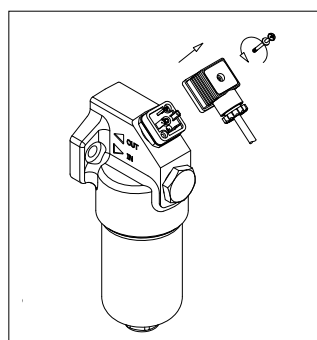

fig. 9
- (Fig. 9) Rimuovere il connettore dell'indicatore differenziale svitando la vite centrale (solo per gli indicatori elettrici)
- Per il montaggio/smontaggio dell'indicatore e del connettore fare riferimento al paragrafo "Sostituzione indicatore" sopra (Fig. 9÷12)